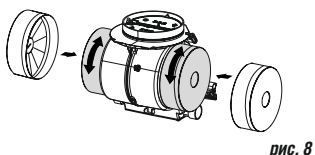

рис. 8
- установите два угольных фильтра см. табл.1 и (рис.8), предварительно удалите с них упаковочную пленку;
Угольные фильтры устанавливаются на защитные решетки корпуса вентилятора, путем легкого нажатия и поворота (рис. 8).